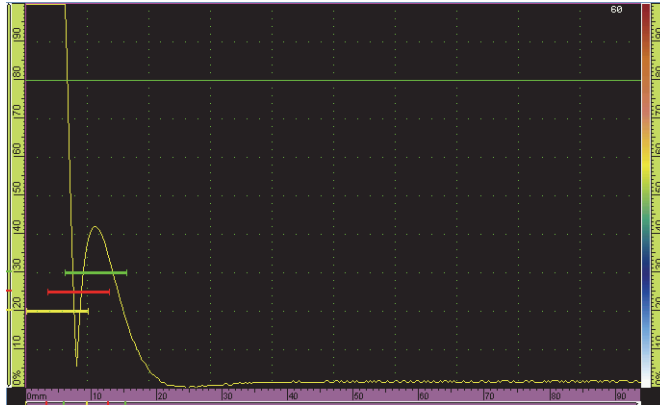

Figura 6-15 Cuadrícula en la representación A-scan
1. Pulse la sección **Opciones** en la zona de título y, después, seleccione **Cuadrícula**. La cuadrícula aparece en la representación A-scan. Véase la Figura 6-15 en la página 193.